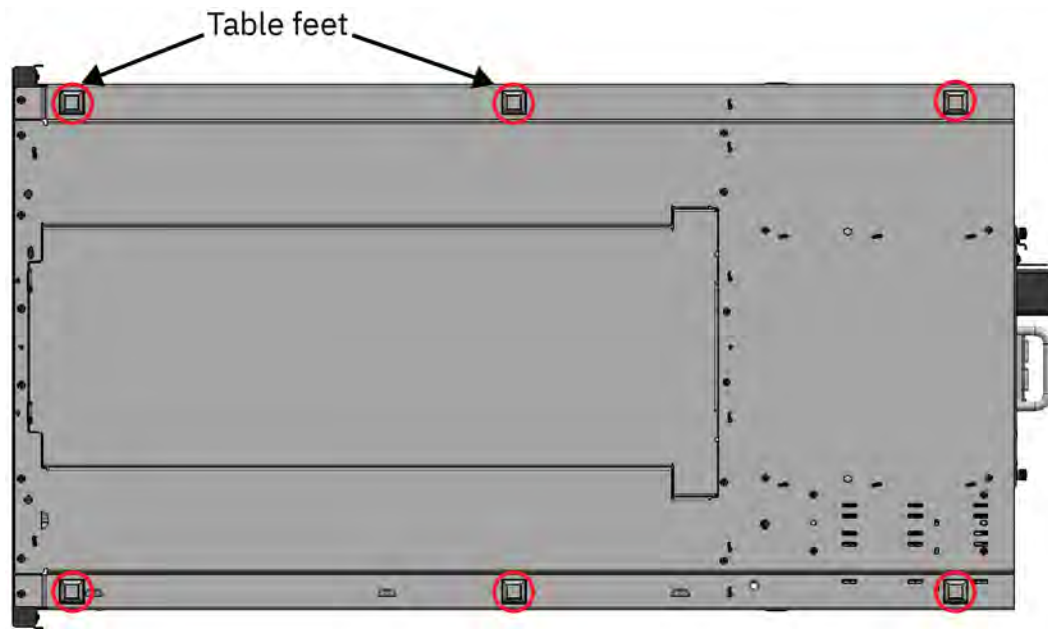

Figure 27. Pieds de table
4. Ajoutez les pieds à la base du module. Voir Figure 27, à la page 56.